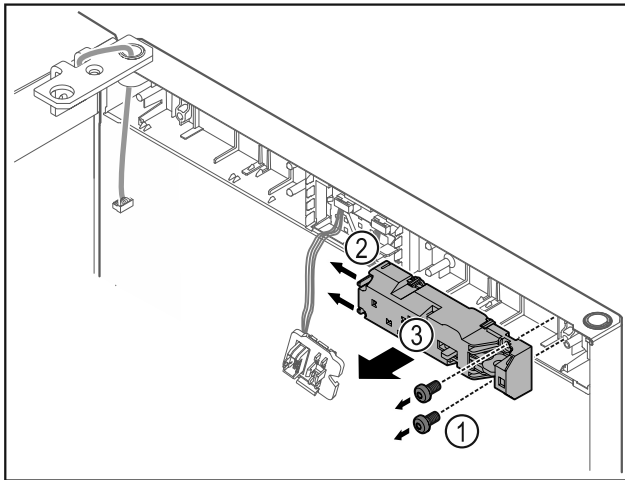

Fig. 20
- Schroeven Fig. 20 (1) verwijderen.
- Grendelnokken Fig. 20 (2) opzij drukken en afstandsslot Fig. 20 (3) verwijderen.